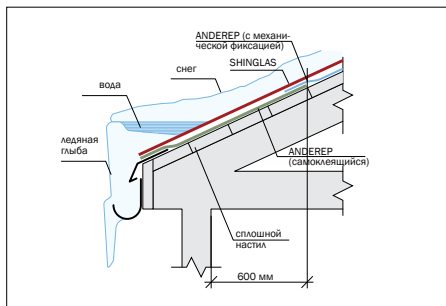

Рис. 8
**Примечание:** Для форм нарезок СОНАТА, АККОРД, ТРИО и БОБРОВЫЙ ХВОСТ допустимо применять подкладочный ковер только в местах наиболее вероятных протечек (по периметру кровли – полосы подкладочного ковра по 50 см шириной, в карнизном свесе – завести ковер на 60 см от внутренней стены к коньку (рис. 8), ендове – ширина 1 м, кровельных проходок – 1\*1 м и мансардных окон – 50 см) при этом сроки и условия по гарантии изменяться и будут подобны другим производителям. Согласно климатическим особенностям Российской Федерации данное условие распространяется только для следующих регионов: ЮФО, СКФО, ПФО, ЦФО, СЗФО.